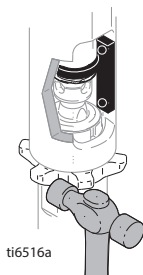

Fig. 13
- 5 Fig. 13. Afloje la contratuerca. Desenrosque la bomba.